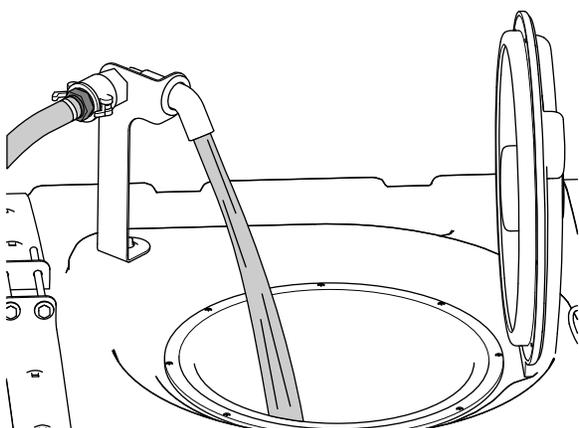

Figura 28
5. Adicione  $\frac{3}{4}$  da água necessária ao depósito de pulverização (Figura 28).